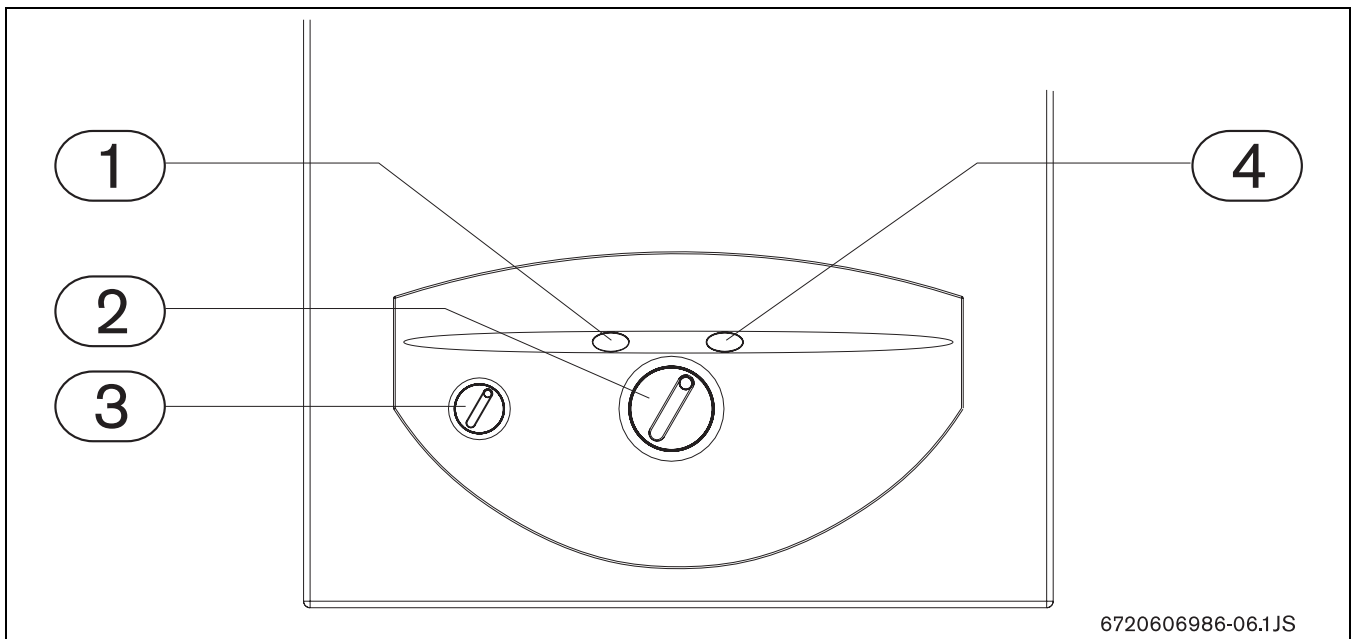

Fig. 4
Ruotare l'interruttore principale (→Fig. 4, pos. 3) in posizione di funzionamento (→capitolo 3.2).
- Premere il tasto di riarmo (→Fig. 4, pos. 1).
Questo apparecchio dispone di un sistema di segnalazione delle anomalie. L'avviso di eventuali anomalie avviene per mezzo di segnali, mediante una spia luminosa rossa, incorporata nel tasto di riarmo (→Fig. 4, pos. 1). L'apparecchio torna a funzionare una volta rimossa la causa del guasto e dopo aver premuto il tasto di riarmo. Per identificare il tipo di anomalia, consultare il →capitolo 9 di questo manuale.